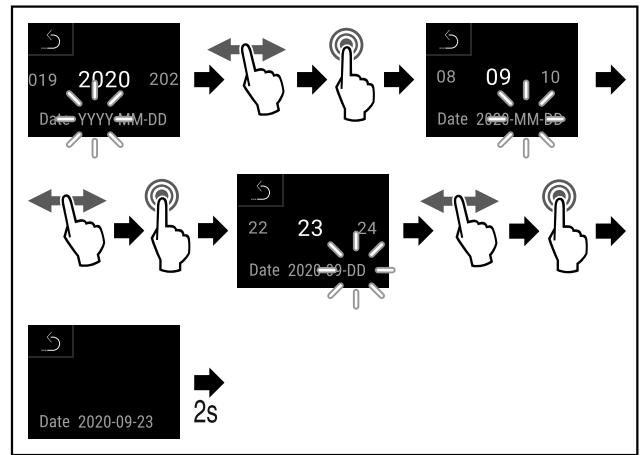

Fig. 55
- ▶ Suivre les étapes (voir Fig. 55) .